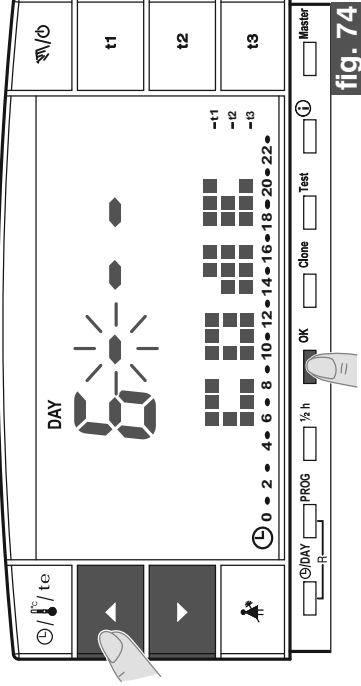

fig. 74
- Configurar el número deseado con las teclas  ; confirmar con la tecla **OK** (ej. fig. 74).